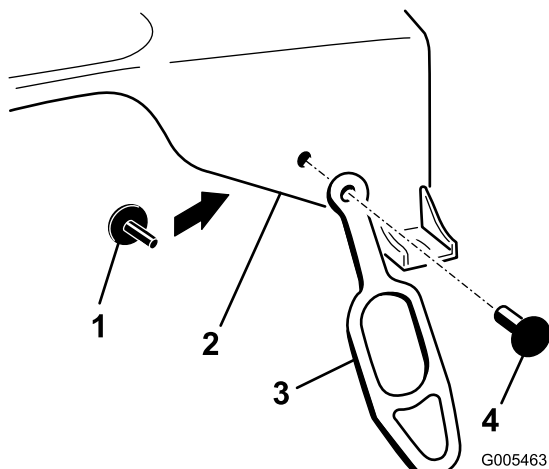

Bild 1
1. Befestigen Sie den Befestigungsriemen an der Motorhaube, siehe Bild 1. Befestigen Sie die Befestigung mit einer Plattenbefestigung und einem Sicherheitsdistanzstück an der Haube (Bild 1)